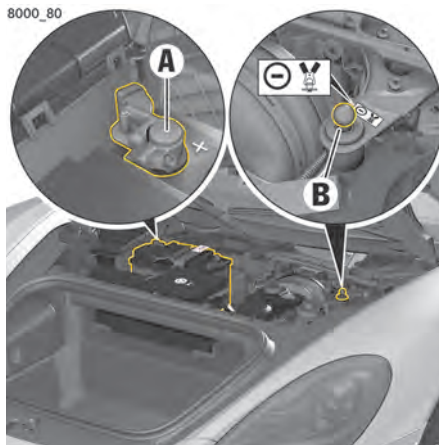

図 156: バッテリー端子
- ▶ ジャンパーケーブルによるエンジンの始動時は、黒色のマイナスケーブルを絶対にバッテリーへ直接接続しないでください。必ず充電器の黒色のマイナスケーブルをアース箇所(マイナス端子)B(図. 156)に接続してください。